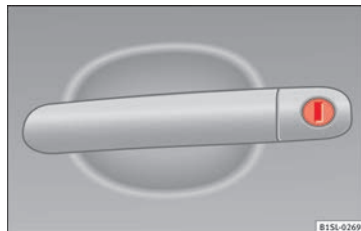

Fig. 137 Manípulo da porta do condutor com canhão de fechadura.
- Introduzir o palhetão no canhão da fechadura e destrancar ou trancar o veículo » » Fig. 137.